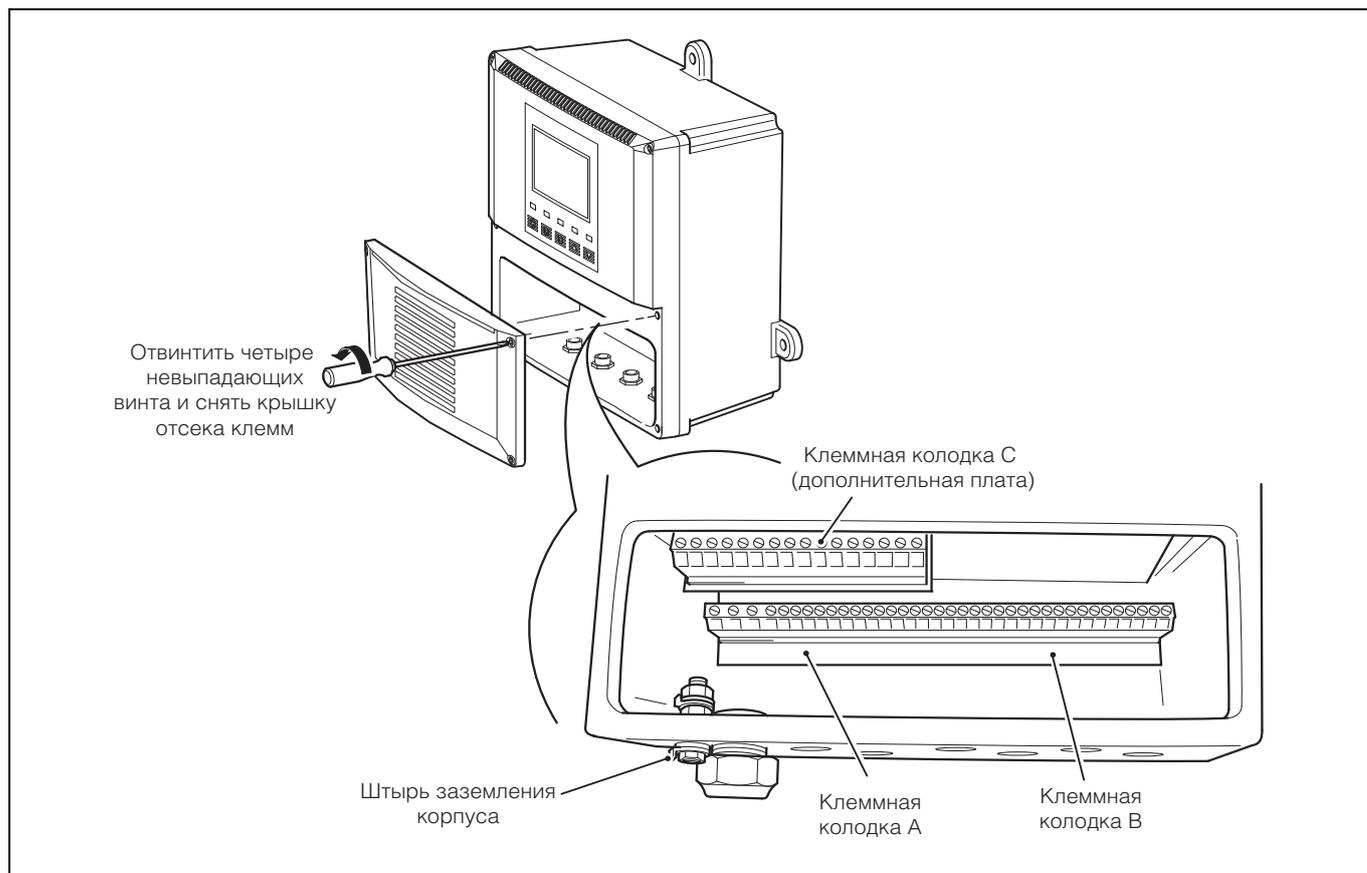
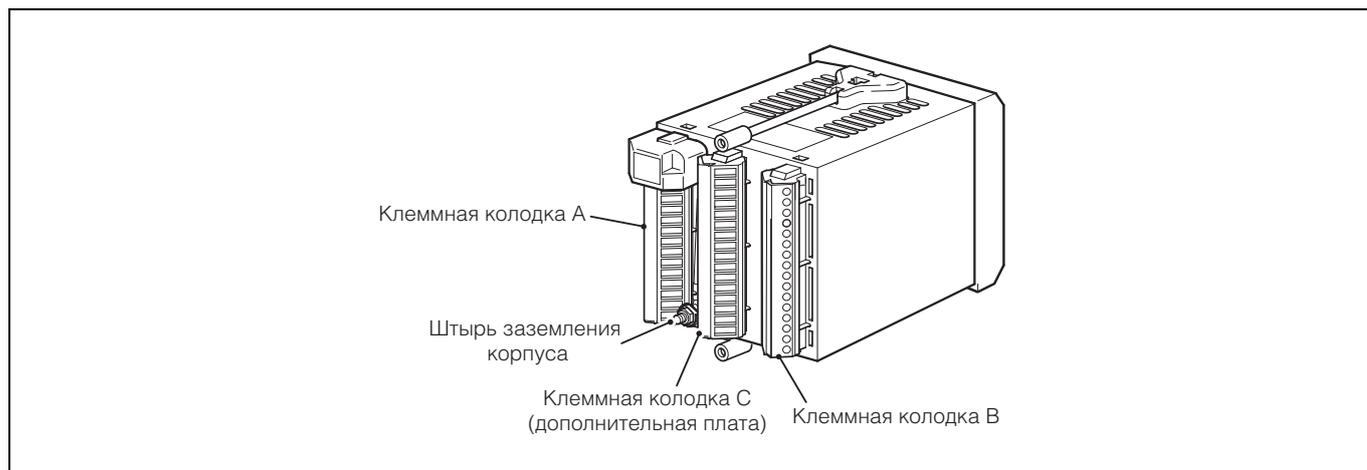

Рис. 6.8 Доступ к клеммам, анализатор настенного монтажа/монтируемый на трубе
Рис. 6.10 Доступ к зажимам, анализатор панельного монтажа
- Заземление источника питания **должно** быть подключено к штырю заземления на корпусе анализатора – см. Рис. 6.8 (анализаторы настенного монтажа/монтажируемые на трубе) или Рис. 6.10 (анализаторы панельного монтажа).
- На корпусе анализатора имеется штырь заземления, предназначенный для присоединения к шине заземления – см. Рис. 6.8 (анализаторы настенного монтажа/монтажируемые на трубе) или Рис. 6.10 (анализаторы панельного монтажа).
- b. Подключить источник милливольт к контактам В14 (–ve) и В16 (+ve), чтобы имитировать вход для измерения рН или окислительно-восстановительного потенциала. Подключить заземление источника милливольт к штырю заземления на корпусе анализатора – см. Рис. 6.8 (анализаторы настенного монтажа/монтажуемые на трубе) или Рис. 6.10 (анализаторы панельного монтажа).
- b. Подключить источник милливольт к контактам В6 (–ve) и В8 (+ve), чтобы имитировать вход для измерения рН или окислительно-восстановительного потенциала. Подключить заземление источника милливольт к штырю заземления на корпусе анализатора – см. Рис. 6.8 (анализаторы настенного монтажа/монтажуемые на трубе) или Рис. 6.10 (анализаторы панельного монтажа).